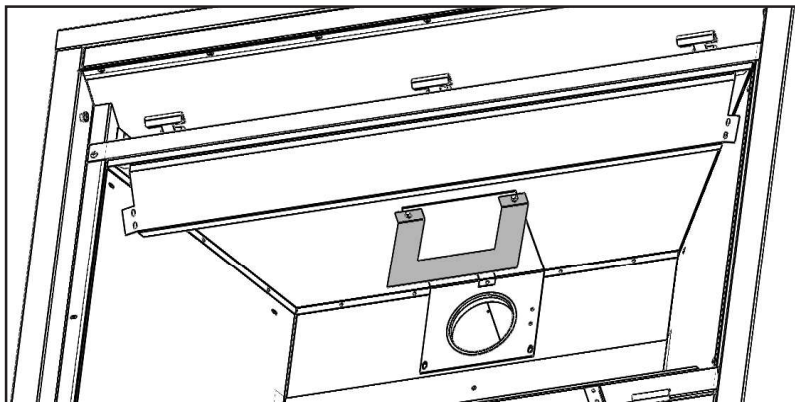

Fig. 1
- Desserrez les deux vis servant à fixer la plaque d'évacuation, installez le déflecteur en glissant les ouvertures en forme de fentes derrière les têtes, puis resserrez les vis. (**Fig. 1**).